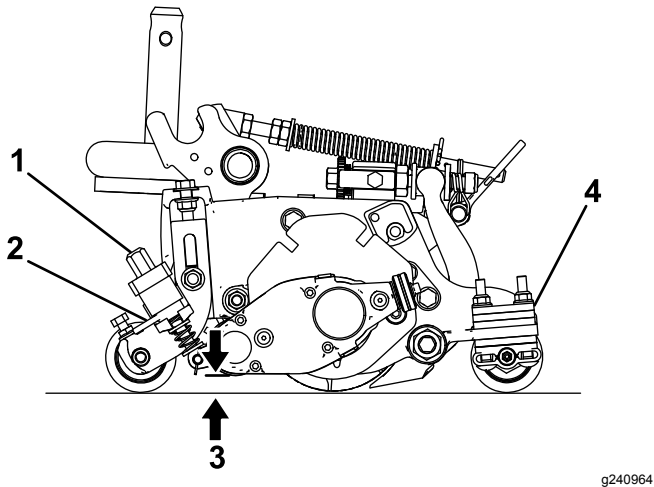

图23
3. 旋转快速升起联杆 图23 至接合位置手柄朝向滚刀组的前面。
4. 在疏草刀滚刀的 1 个端部测量从疏草刀刀片的最低刀尖到工作表面的距离 图23。旋转高度调节旋钮 图23 提升或降低疏草刀刀尖至想要的疏草高度。